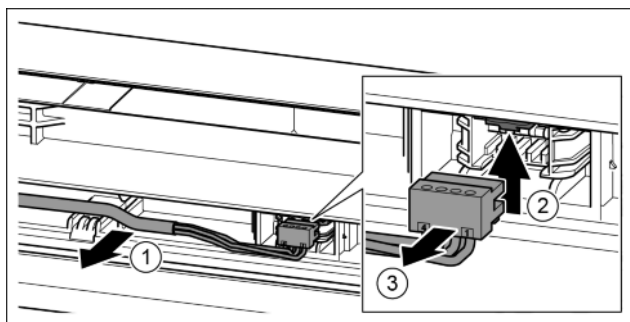

Fig. 24
- Šedý kabel opatrně uvolněte z vedení ve dveřích. Fig. 24 (1)
- Lamelu zatlačte nahoru. Fig. 24 (2)
- Opatrně vytáhněte zástrčku. Fig. 24 (3)